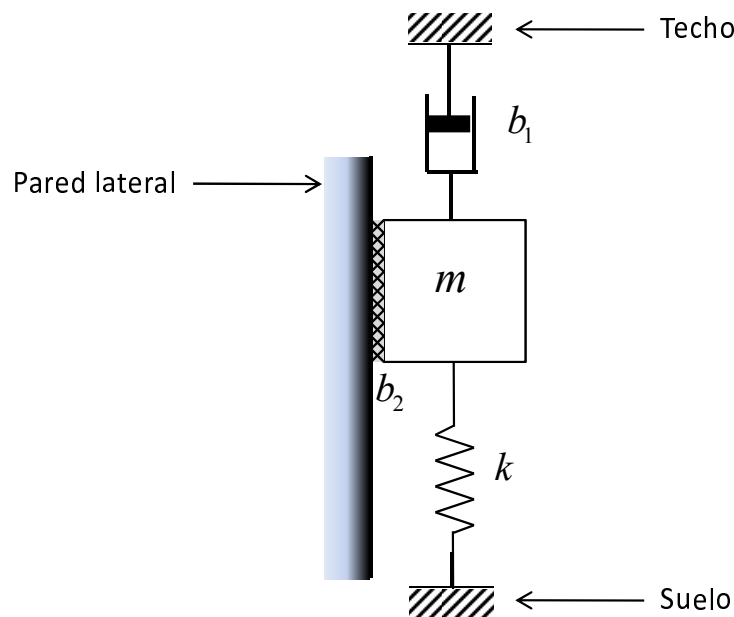

Figura 1.2: Diagrama del sistema mecánico.
Consideremos el sistema mostrado en la Figura 1.2, que consiste en un objeto de masa constante m , que se encuentra suspendido del techo a través de un amortiguador, está unido al suelo a través de un muelle y roza contra la pared lateral. El suelo, el techo y la pared lateral se encuentran en reposo. El objeto puede moverse únicamente en la dirección vertical. Sobre él actúan la fuerza de la gravedad y una fuerza externa F , ambas en la dirección vertical.
- 3.c** Suponga que desea programar en Modelica una librería mecánica que contenga los componentes necesarios para componer el sistema mecánico de la Figura 1.2.